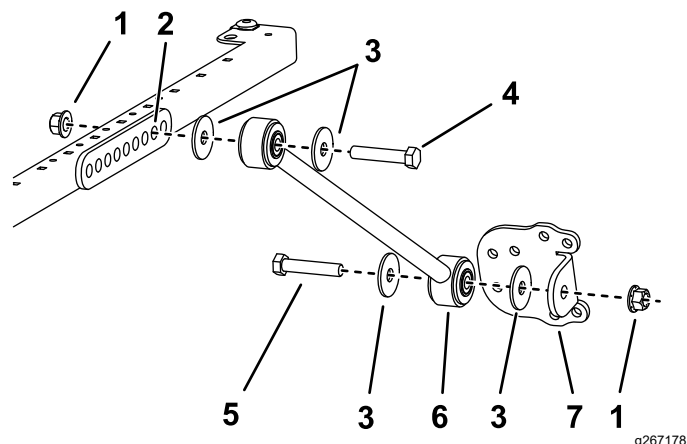

Рисунок 34
- На моделях 30446, 30446N, 30447 и 30447N с каждой стороны рамы солнцезащитного навеса прикрепите, не затягивая, подпорку ко **второму** отверстию кронштейна подпорки с помощью болта ($\frac{1}{2} \times 2\frac{1}{2}$ дюйма), шайбы ($\frac{1}{2}$ дюйма) и фланцевой гайки ($\frac{1}{2}$ дюйма), как показано на Рисунок 34.